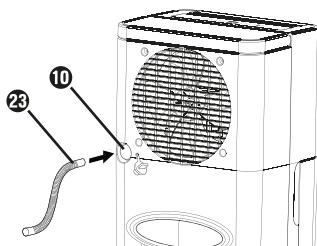

Fig. 4
- ◆ Retirez le bouchon ⑨ de l'orifice de sortie d'eau ⑩.
- ◆ Enfilez soit le flexible ②3 fourni soit l'adaptateur pour tuyau d'arrosage UE ②4 sur l'orifice de sortie d'eau ⑩ (voir les figures 4 et 5).